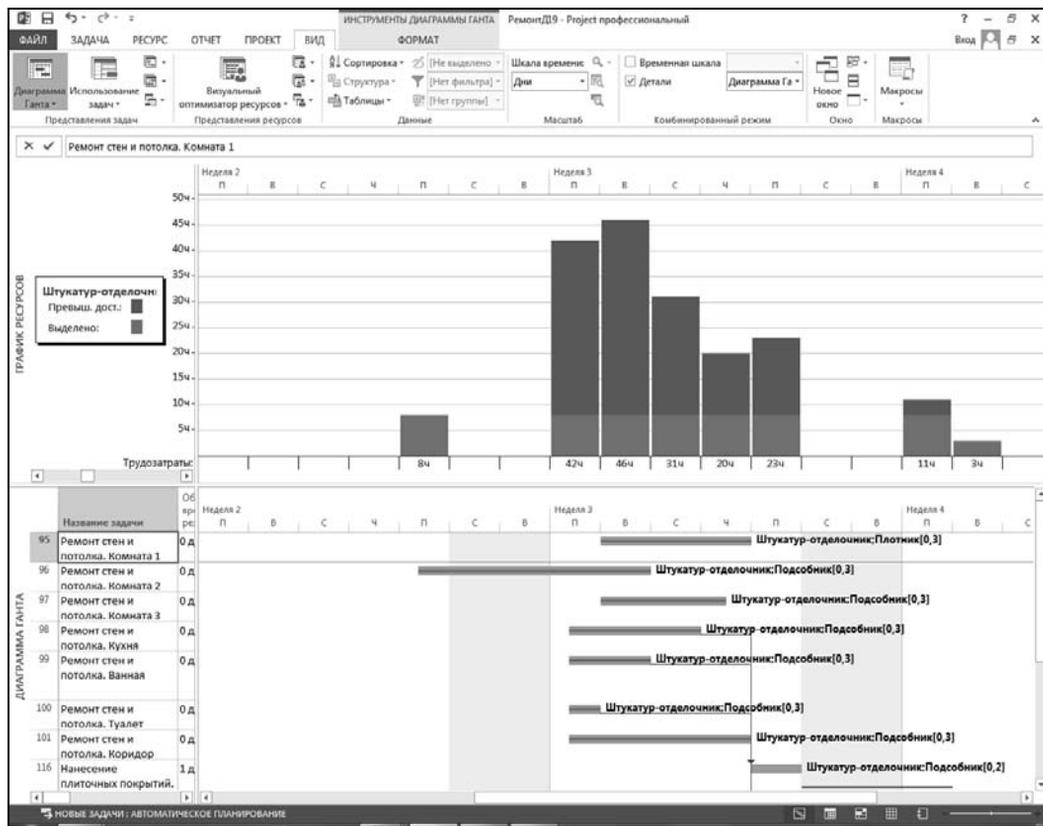

Рис. 8.9. Пример комбинированной экранной формы с диаграммой загрузки ресурсов в верхнем окне и с диаграммой Ганта — в нижнем
5. В списке, расположенном в области **Комбинированный режим** на уровне флажка **Детали**, выбрать значение **Диаграмма Ганта**. В нижней части окна будет сформирована диаграмма Ганта (рис. 8.9). Ее особенностью является то, что она связана с расположенной в верхней части экрана диаграммой загрузки ресурсов, и в нее включаются *только те задачи проекта, которые выполняются с привлечением ресурса, имя которого видно в левой верхней части экрана*. При работе с экранной формой, показанной на рис. 8.9, применительно к ее верхней части можно использовать возможности форматирования диаграммы загрузки ресурсов (см., например, *алгоритмы 4.22* или *4.24*), а применительно к нижней части — полный спектр возможностей форматирования линейной диаграммы и управления ею (см., например, *алгоритмы 4.15–4.18*) и т. д. Для изменения расположенной в верхней части окна диаграммы загрузки ресурсов достаточно внести любое изменение в расположенную в нижней части окна линейную диаграмму — верхняя и нижняя части окна всегда соответствуют друг другу.